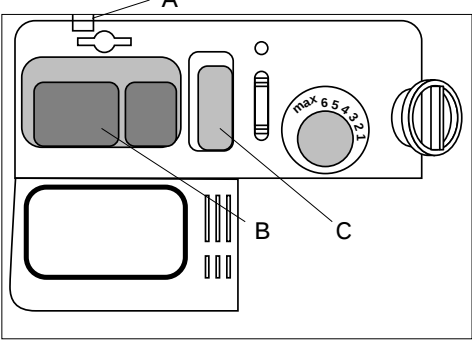

fig. 6
- In de deur, naast het glansmiddelreservoir, bevindt zich ook het reservoir voor het afwasmiddel (zie fig. 6).
- Vul het reservoir (B) met circa 25 gram wasmiddel. Volg hierbij de aanwijzingen van de wasmiddelenproducent.